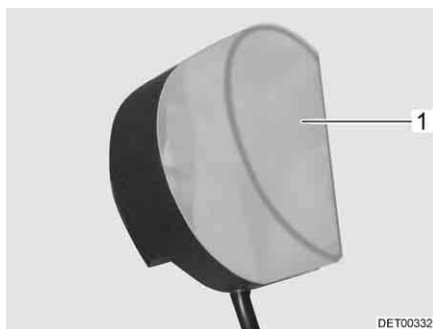

Fig. 248 Eclairage de la penderie
- Enfoncer légèrement le couvercle de la lampe (Fig. 248,1) et le retirer.